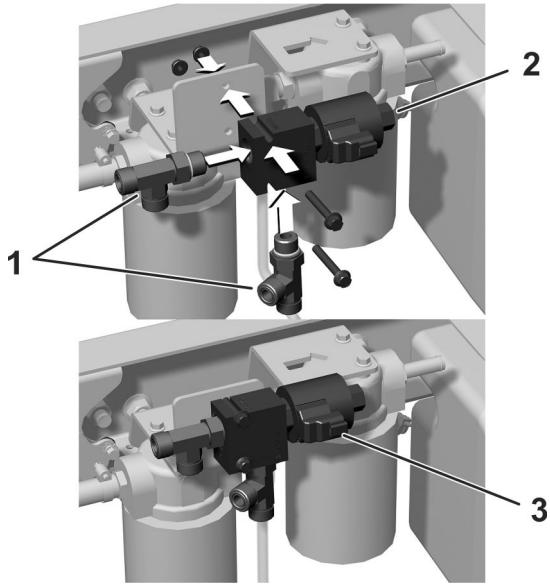

Figura 12
1. Montate i 2 raccordi a T sulla valvola, senza serrarli (Figura 12).
2. Montate la valvola sulla staffa del telaio utilizzando 2 viti a testa flangiata (1/4" x 1 7/8"), come illustrato nella Figura 12.
3. Collegate il connettore elettrico all'attacco sulla valvola (Figura 12).